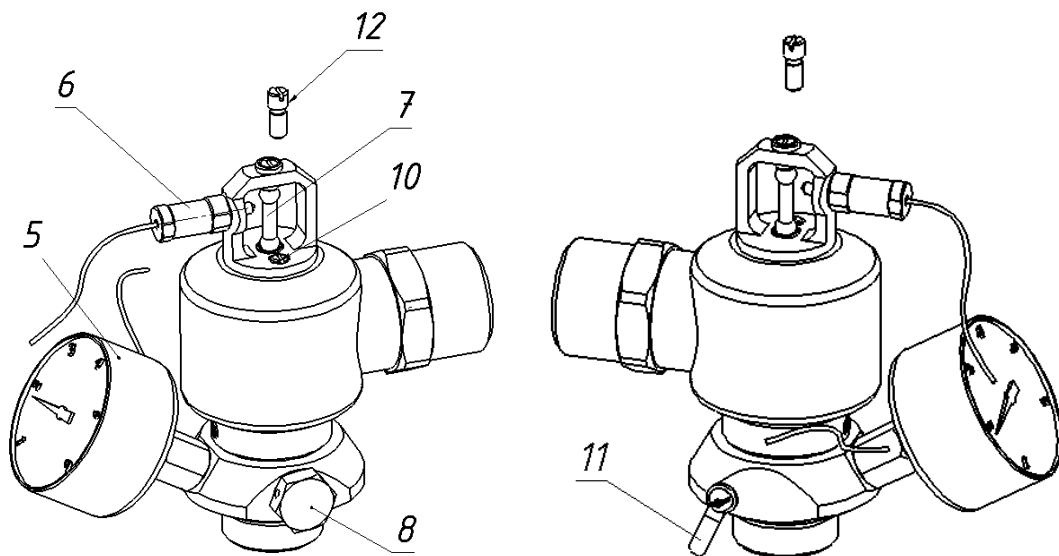

Рис.3 Общий вид запорно-распылительного устройства
Модули состоят из: сосуда 1 со сжиженным ГОС который крепится к креплению 3 при помощи болта 2. В горловину сосуда установлено запорно-распылительное устройство 4 рис. 3, содержащее манометр с реле давления (РД-И60) 8, электро-механический побудитель (ЭМП) 6, термочувствительную стеклянную колбу 7 и предохранительное устройство 9. Электромеханический побудитель 6 подключается к пожарному прибору управления.
Для заземления используется клемма 11 рис.3. Для предотвращения несанкционированного срабатывания модуля при перевозке, хранении, монтаже и техническом обслуживании в запорно-распылительное устройство устанавливается блок-винт 10 рис. 3. При постановке модуля в режим дежурства блок-винт удаляется, а на его место ставится специальная заглушка 12.
**ВНИМАНИЕ! Перед проведением ремонтных работ или демонтажа модуля при наличии в нем давления следует установить блок-вент (поз.10, рис. 3)**
**Монтаж модуля производить только при наличии блок-винта (поз. 10, рис. 3).**
7.3.3 Модуль должен быть обязательно заземлен. Для заземления используется клемма 11 рис. 3.
**ВНИМАНИЕ! После монтажа модуля на объекте, перед постановкой его на дежурство удалить блок-винт (поз. 10, рис. 3).**